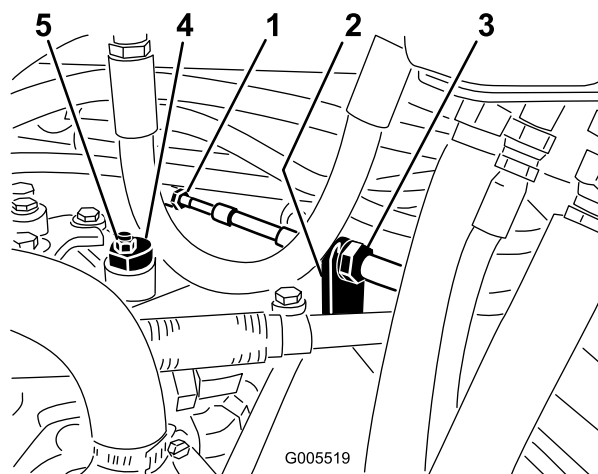

Figura 52
- A. Liberte as porcas que fixam o cabo de tracção ao anteparo do hidróstato (Figura 52). Certifique-se de que as porcas se encontram soltas de forma idêntica, de modo a permitir a operação de ajuste.
Nota: Liberte a porca que fixa o disco excêntrico ao cima do hidróstato (Figura 52).
- C. Rode o disco excêntrico até eliminar a deslocação em qualquer um dos sentidos. Quando a roda deixar de rodar, aperte a porca, bloqueando deste modo o disco excêntrico e fixando a posição de ajuste (Figura 52). Verifique se o ajuste é o
- D. Aperte as porcas que se encontram em cada um dos lados do anteparo, fixando deste modo o cabo de tracção ao anteparo (Figura 52) Não rode o cabo.